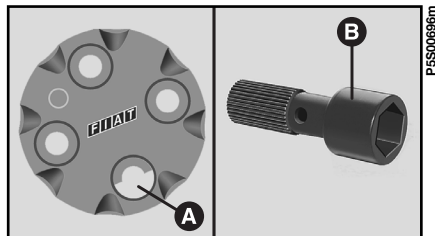

fig. 7
2) Montare la ruota di uso normale. Se la ruota è dotata di coppetta occorre inserire prima un solo bullone poi montare la coppetta stessa allineando il foro **A-fig. 7** con il bullone già montato; avvitare gli altri tre bulloni, utilizzando la prolunga **B** per imboccare i bulloni di fissaggio.